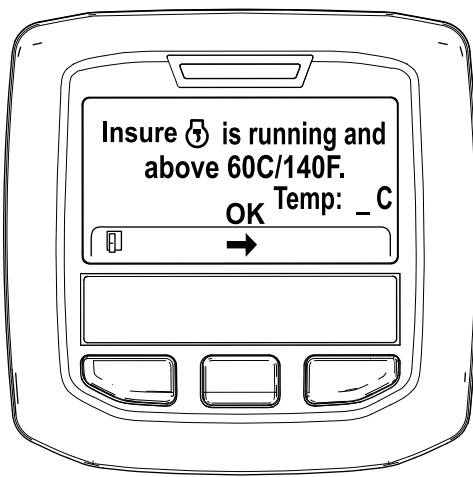

Figure 32
5. Si la température du liquide de refroidissement est inférieure à 60 °C, le message « Insure  is running and above 60C/140F » (vérifier que *** fonctionne et est supérieure à 60 °C/140 °F) s'affiche (Figure 32).